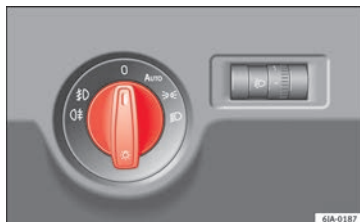

Fig. 129 Cuadro de instrumentos: mando de las luces.
La ubicación de mandos de control de los coches **con dirección a la derecha** difiere parcialmente de la ubicación mostrada aquí » **fig. 129** » pág. 125. Sin embargo, los símbolos que indican las respectivas posiciones de los mandos siguen siendo iguales.
– Gire el mando de las luces » **fig. 129** hasta la posición ».
– Gire el mando de las luces » **fig. 129** hasta la posición 0.
Las luces diurnas son unos dispositivos de señalización pensados para aumentar la seguridad vial. Se trata de unas luces integradas en los faros que se encienden cada vez que se conecta el encendido si el mando de luces se encuentra en la posición **O** o **AUTO** **» fig. 129**. Se desactiva automáticamente al conectar la luz de población.
Si el conmutador de luces está en la posición **AUTO** » fig. 129, se conectan o desconectan automáticamente la luz de posición y de cruce, así como la luz de matrícula.